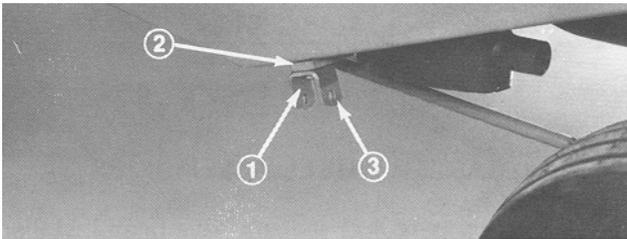

Figure 5
3. Retirez la vis d'assemblage et l'écrou à collerette fixant le support avant du moteur au châssis. Fixez le crochet de suspension de la protection ventrale et le support du moteur au châssis avec une vis d'assemblage (3/8 x 1-1/4 pouce) et un écrou à collerette. Répétez la procédure de l'autre côté de la machine (Fig. 5). Débarrassez-vous de la vis d'assemblage (3/8 x 1 pouce) retirée (modèles à essence seulement).